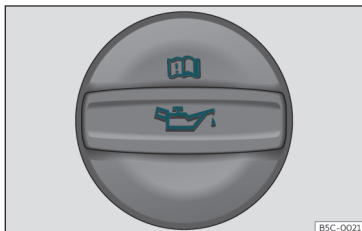

Fig. 216 Tapón de la boca de llenado de aceite del motor en el vano motor.
- Desenrosque el tapón de la boca de llenado de aceite del motor »»» **fig. 216**.